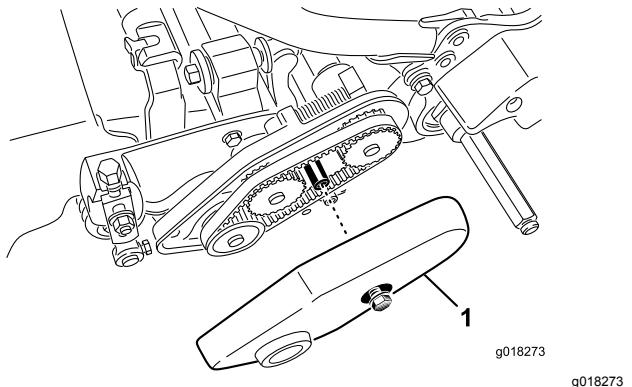

図47
2. ベルトカバーを固定しているフランジボルトをゆるめてベルトカバーを外し、ベルトを露出させる図47。